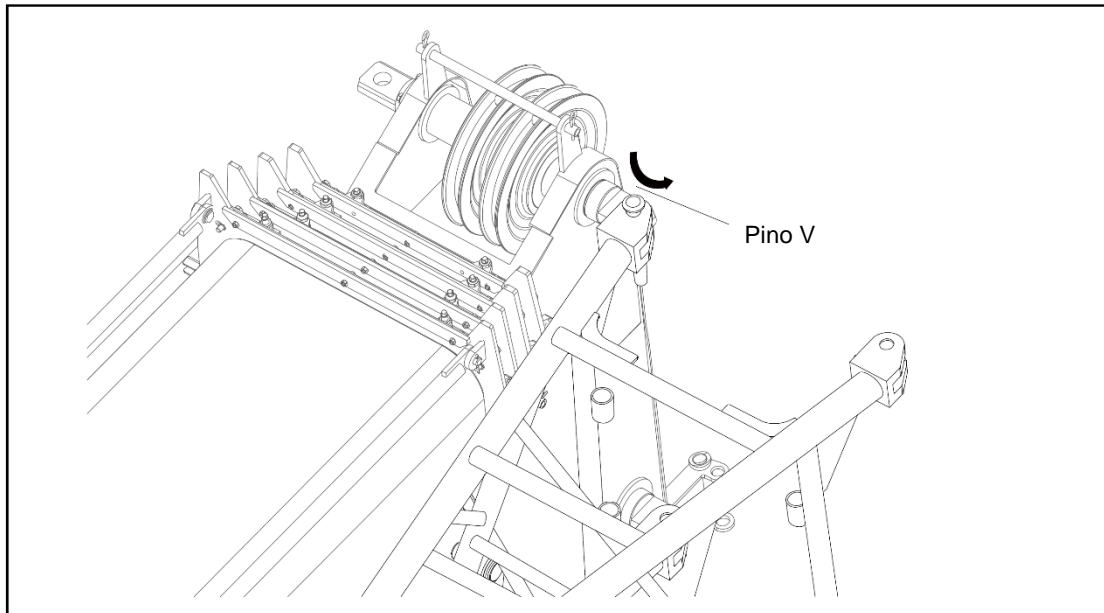

Figura 5-9 Rotação de braço
- h) Mova o braço (pivôs no pino IV) na frente da lança principal. Consulte a figura 5-9.